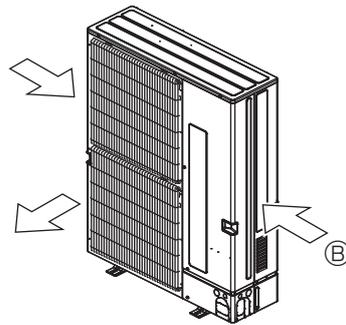

Fig. 2-16
② Jeśli to możliwe, należy tak ustawić jednostkę zewnętrzną, aby kierunek wylotu powietrza był prostopadły do kierunku wiatru w danej porze roku. (Fig. 2-16).